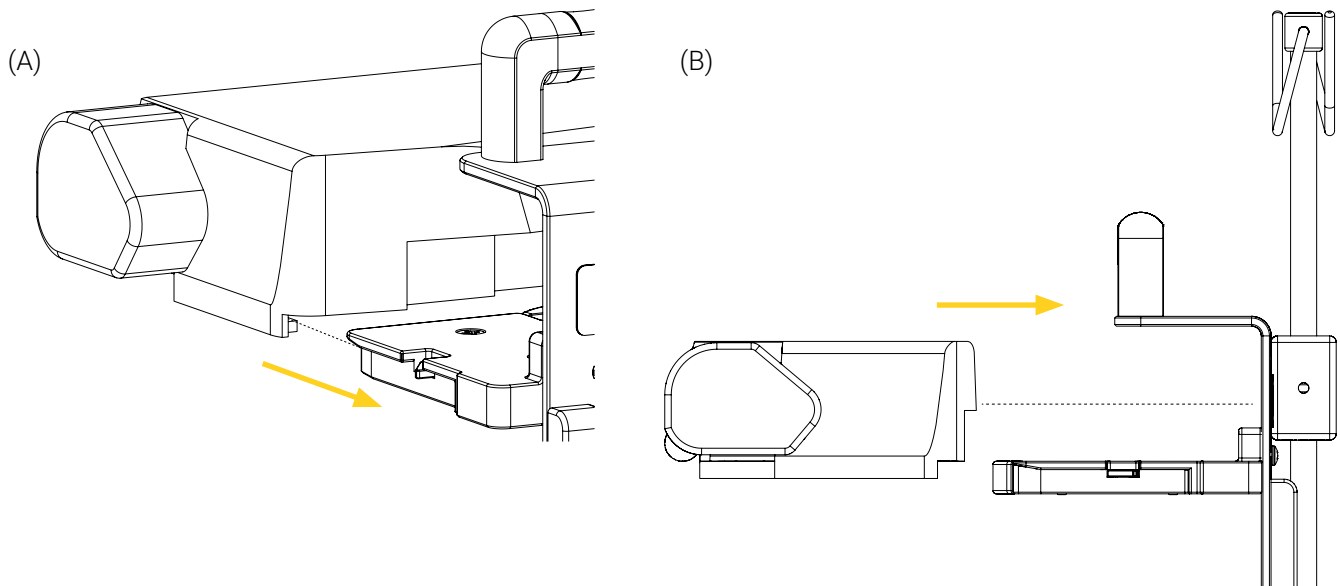

Figure 6: Installation de la pompe sur la tablette pour pompe
1. Aligner les rainures inférieures sous la pompe avec la tablette de votre choix, puis pousser la pompe jusqu'à ce que le mécanisme de sécurité de la tablette soit activé (Figure 6).